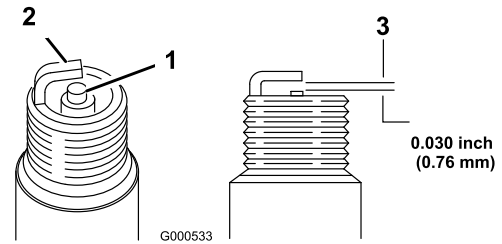

Figure 30
1. Examinez le centre de la bougie (Figure 30). Si le bec de l'isolateur est recouvert d'un léger dépôt gris ou brun, le moteur fonctionne correctement. S'il est couvert d'un dépôt noir, c'est généralement signe que le filtre à air est encrassé.
2. Contrôlez l'écartement entre l'électrode centrale et l'électrode latérale (Figure 30). Courbez l'électrode latérale (Figure 30) si l'écartement est incorrect.